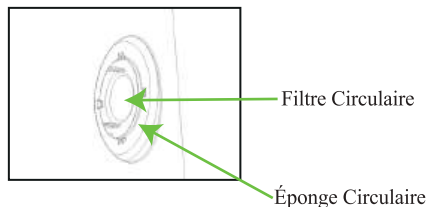

Figure 9
- Retirez le filtre et remplacez-le par un neuf (voir Figure 9);